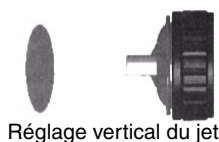

FIG. 2
1. Tourner le chapeau d'air pour changer la direction du jet. FIG. 2.